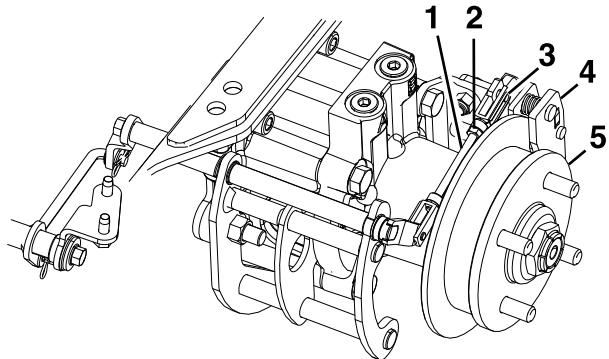

Figura 96
8. Remova o pino de segurança da mola da ligação traseira e pinça (Figura 96).
12. Aperte a porca de retenção da ligação traseira (Figura 96).